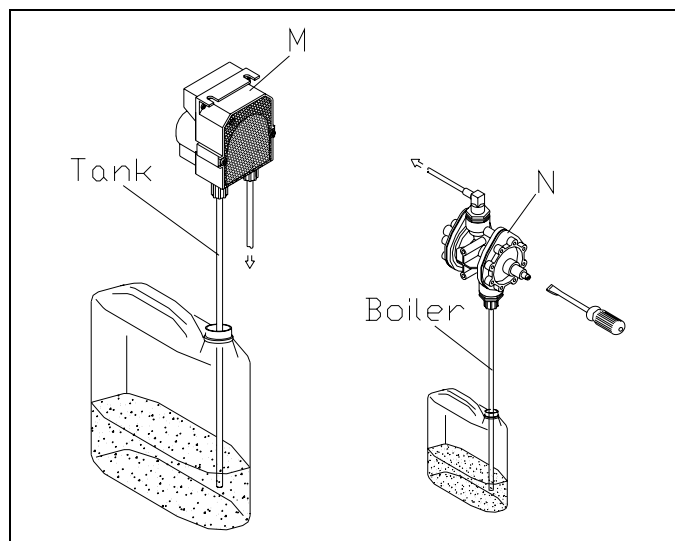

Fig. 3-4
- I dosatori di detersivo (M) (a richiesta) e brillantante (N) sono regolati dal costruttore. Nel caso si rendesse necessaria una diversa taratura agire sulla vite di regolazione degli stessi dosatori. I contenitori di detersivo e brillantante (se non in dotazione all'apparecchio) vanno posti presso la macchina ed il prelievo viene effettuato attraverso i tubi di raccolta trasparente (Tank per il detersivo e Boiler per il brillantante) situati nella parte posteriore dell'apparecchio (fig.3-4).
- The detergent dispenser (M) (optional) and rinse aid dispenser (N) are regulated by the manufacturer. If the setting needs to be changed, turn the regulating screw on the dispensers. The detergent and rinse aid containers (if not provided with the appliance) should be placed next to the machine and connected to the transparent pipes fitted to the back of the appliance (Tank for the detergent and Boiler for the rinse aid) (fig.3-4).
- Die Dosierer des Reinigungsmittels (M) (auf Anfrage) und des Glanzspülmittels (N) werden werkseitig eingestellt. Für andere Einstellungen die Stellschraube der Dosiervorrichtung regeln. Die Behälter für Reinigungsmittel und Glanzspülmittel (wenn nicht mit dem Gerät mitgeliefert) müssen in unmittelbarer Nähe der Maschine stehen und die Entnahme erfolgt über die durchsichtigen Schläuche (Tank für das Reinigungsmittel und Boiler für Glanzspülmittel) an der Rückseite des Geräts (fig.3-4).
- Les doseurs du détergent (M) (sur demande) et du produit de rinçage (N) seront réglés par le constructeur. S'il vous fallait régler différemment, faire tourner la vis de réglage sur les doseurs mêmes. Les alvéoles à détergent et à produit de rinçage (si non fournies avec l'appareil) seront mises près de la machine et le prélèvement sera effectué par des tubes transparents (Tank pour le détergent et Boiler pour l'agent de brillantage) situés derrière l'appareil (fig.3-4).
- Los dosificadores de detersivo (M) (a pedido) y abrillantador (N) salen de la fábrica regulados por el Constructor. En el caso de que se necesitara una regulación distinta, usar el tornillo de dosificación de los propios dosificadores. Si los contenedores de detersivo y abrillantador no forman parte del equipamiento base, se deben colocar cerca de la máquina; el detersivo y el abrillantador se sacan a través de los tubos de toma transparentes (letrero Tank para el detersivo y Boiler para el abrillantador) ubicados en la parte trasera del aparato (fig.3-4).
- Os dosadores de sabão (M) (se requisitado) e abrilhantador (N) vem de fábrica já regulados pelo próprio produtor, caso fosse necessária uma regulagem diversa, basta girar o parafuso de regulagem de ambos. Os recipientes de sabão e abrilhantador (se disponíveis) devem ser colocados próximos à máquina. Tanto o sabão como o abrilhantador são recolhidos através de tubos transparentes (Tank para o sabao e Boiler para o abrilhantador) localizados na parte posterior do aparelho (fig.3-4).